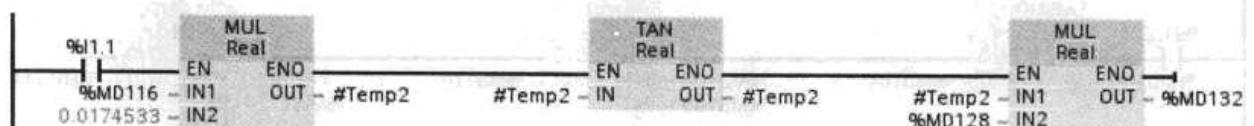

图 5-28 函数运算程序
**【例 5-4】** 测量远处物体的高度时，已知被测物体到测量点的距离  $L$  和以度为单位的夹角  $\theta$ ，求被测物体的高度  $H$ ， $H = L \tan \theta$ ，角度的单位为度。假设以度为单位的实数角度值在 MD116，乘以  $\pi/180 = 0.0174533$  得角度的弧度值（见图 5-28），运算的中间结果保存在数据类型为 Real 的局部变量 Temp2 中。 $L$  的实数值在 MD128，运算结果在 MD132。